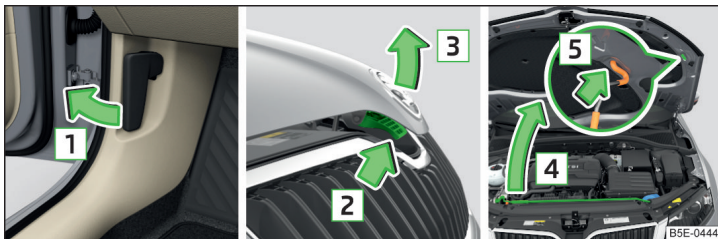

Fig. 203 Abrir el capó
- Tire de la palanca de desbloqueo ubicada debajo del tablero de instrumentos en el sentido de la flecha 1 » fig. 203.